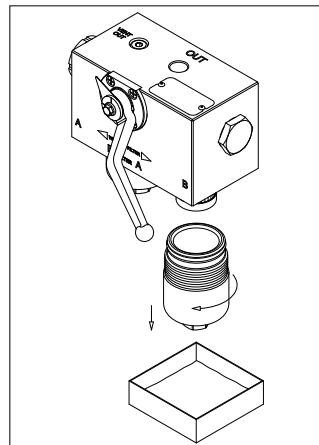

fig. 8
- (Fig. 8) Svitare il contenitore mantenendo il recipiente di raccolta